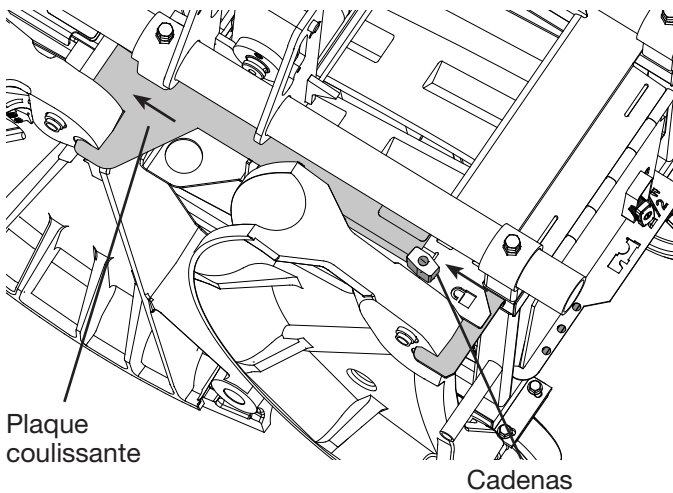

Figure 17
- Pour verrouiller les sabots de 3 po, 3-1/2 po et 4 po, enfiler le plateau à l'aide des crochets sur les sabots et en plaçant le cadenas à l'avant. (Fig. 17)